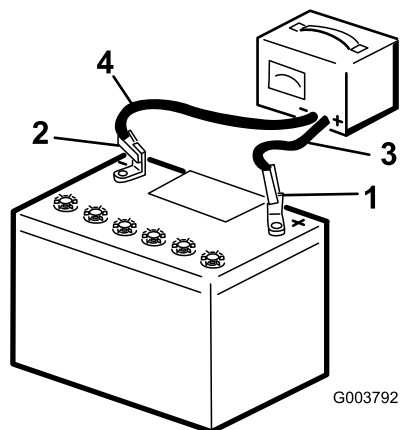

Figure 52
2. Chargez la batterie pendant 4 à 8 heures à un régime de 3 à 4 A (Figure 52). Ne chargez pas la batterie excessivement.
- Quand la batterie est chargée au maximum, débranchez le chargeur de la prise, puis débranchez les fils du chargeur des bornes de la batterie (Figure 52).